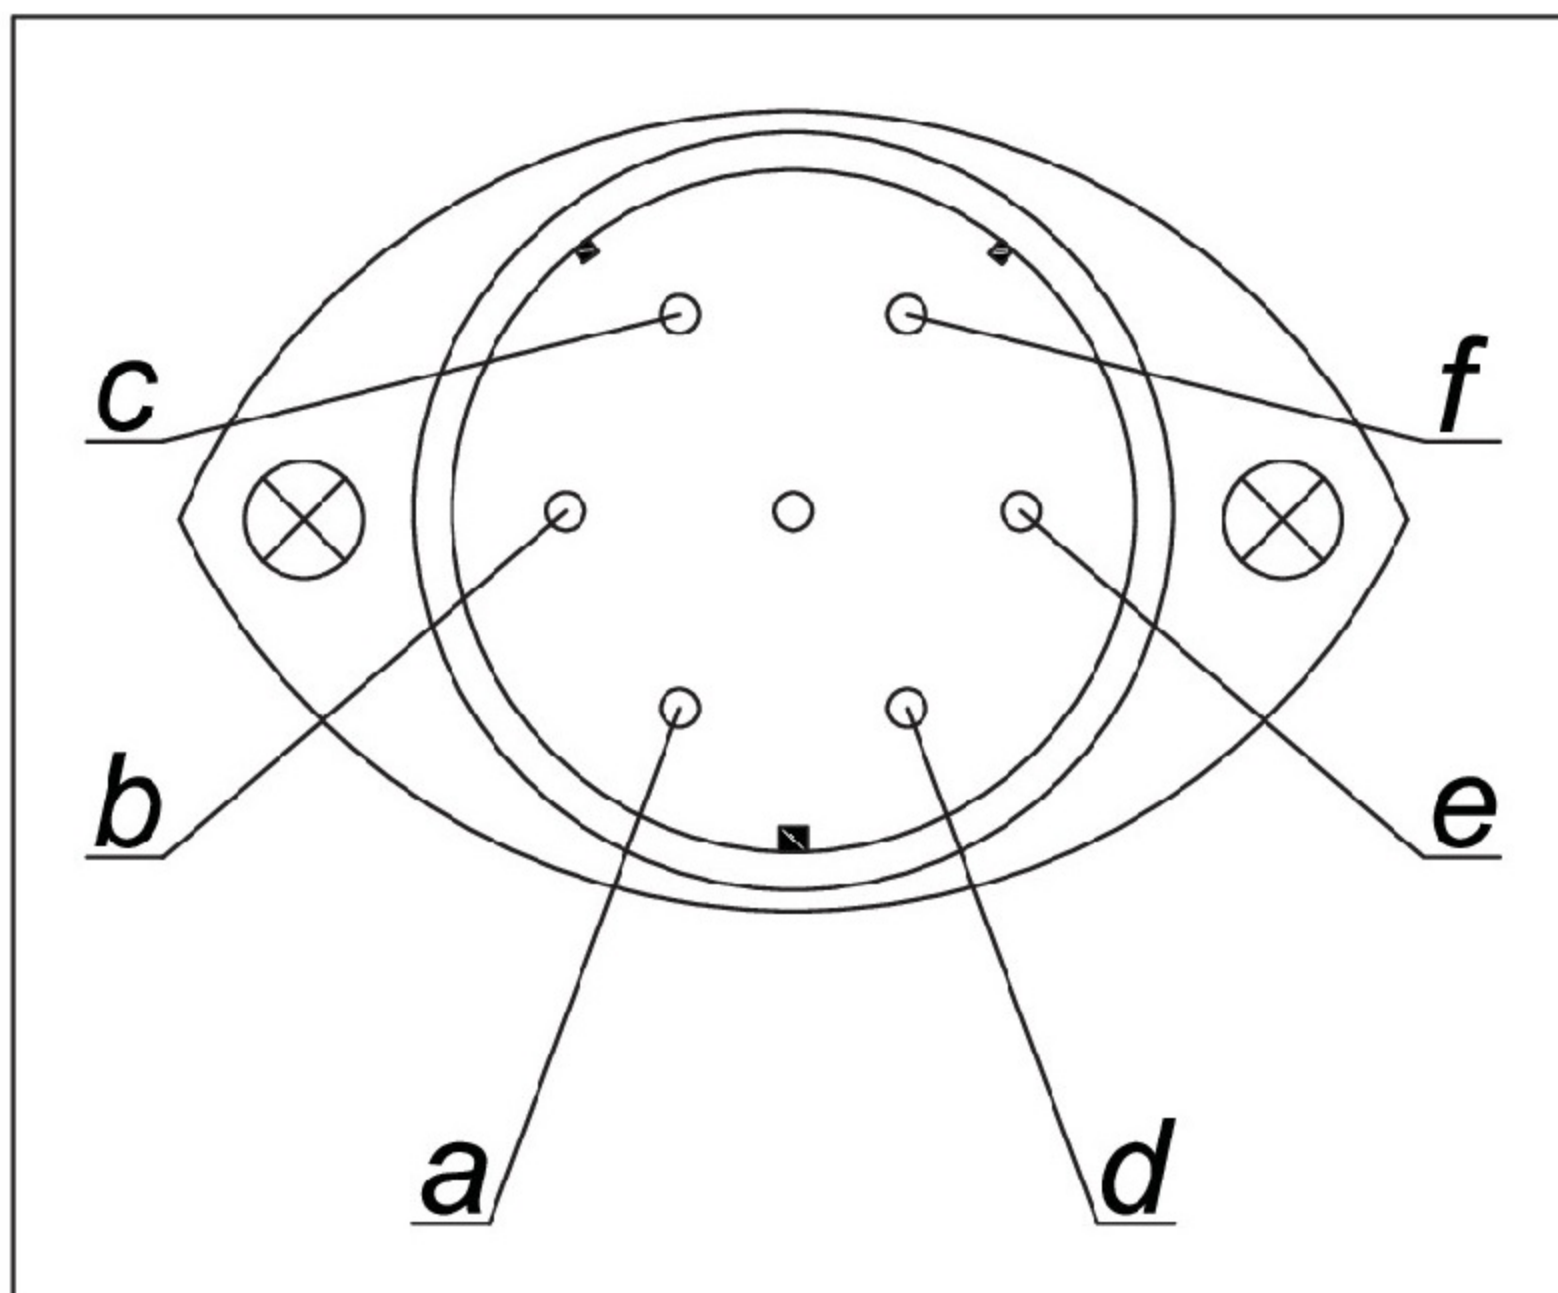
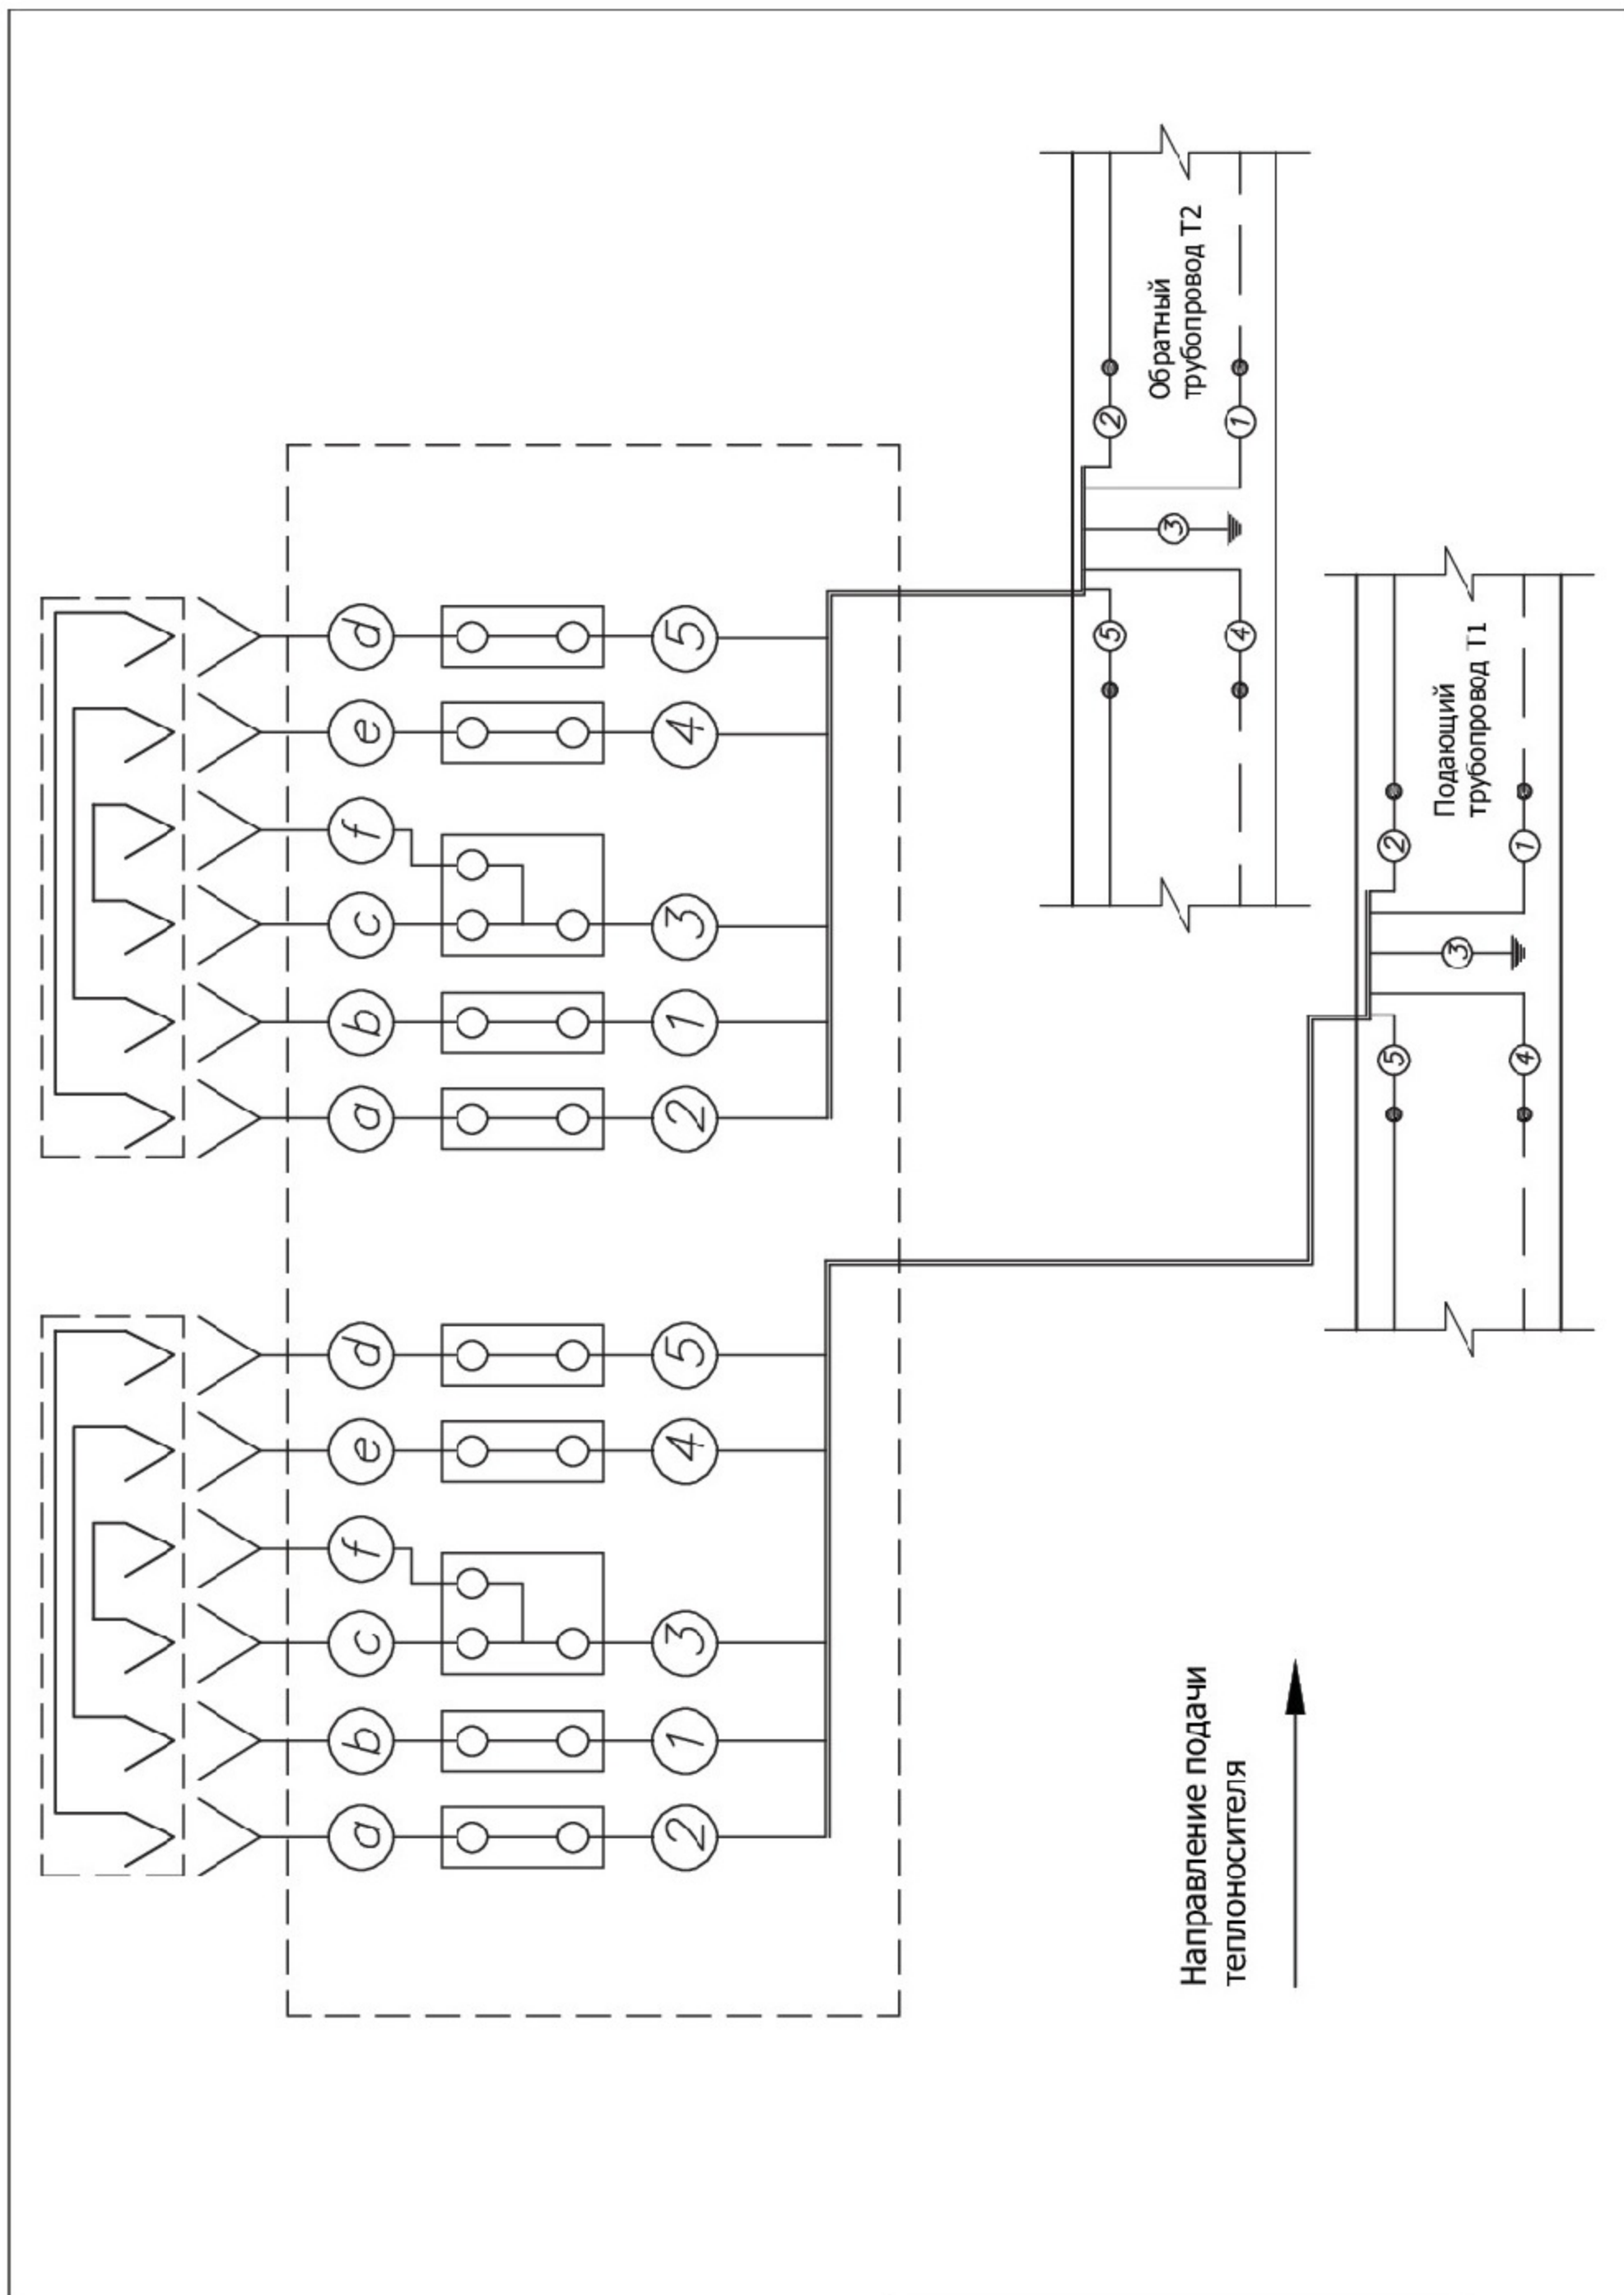
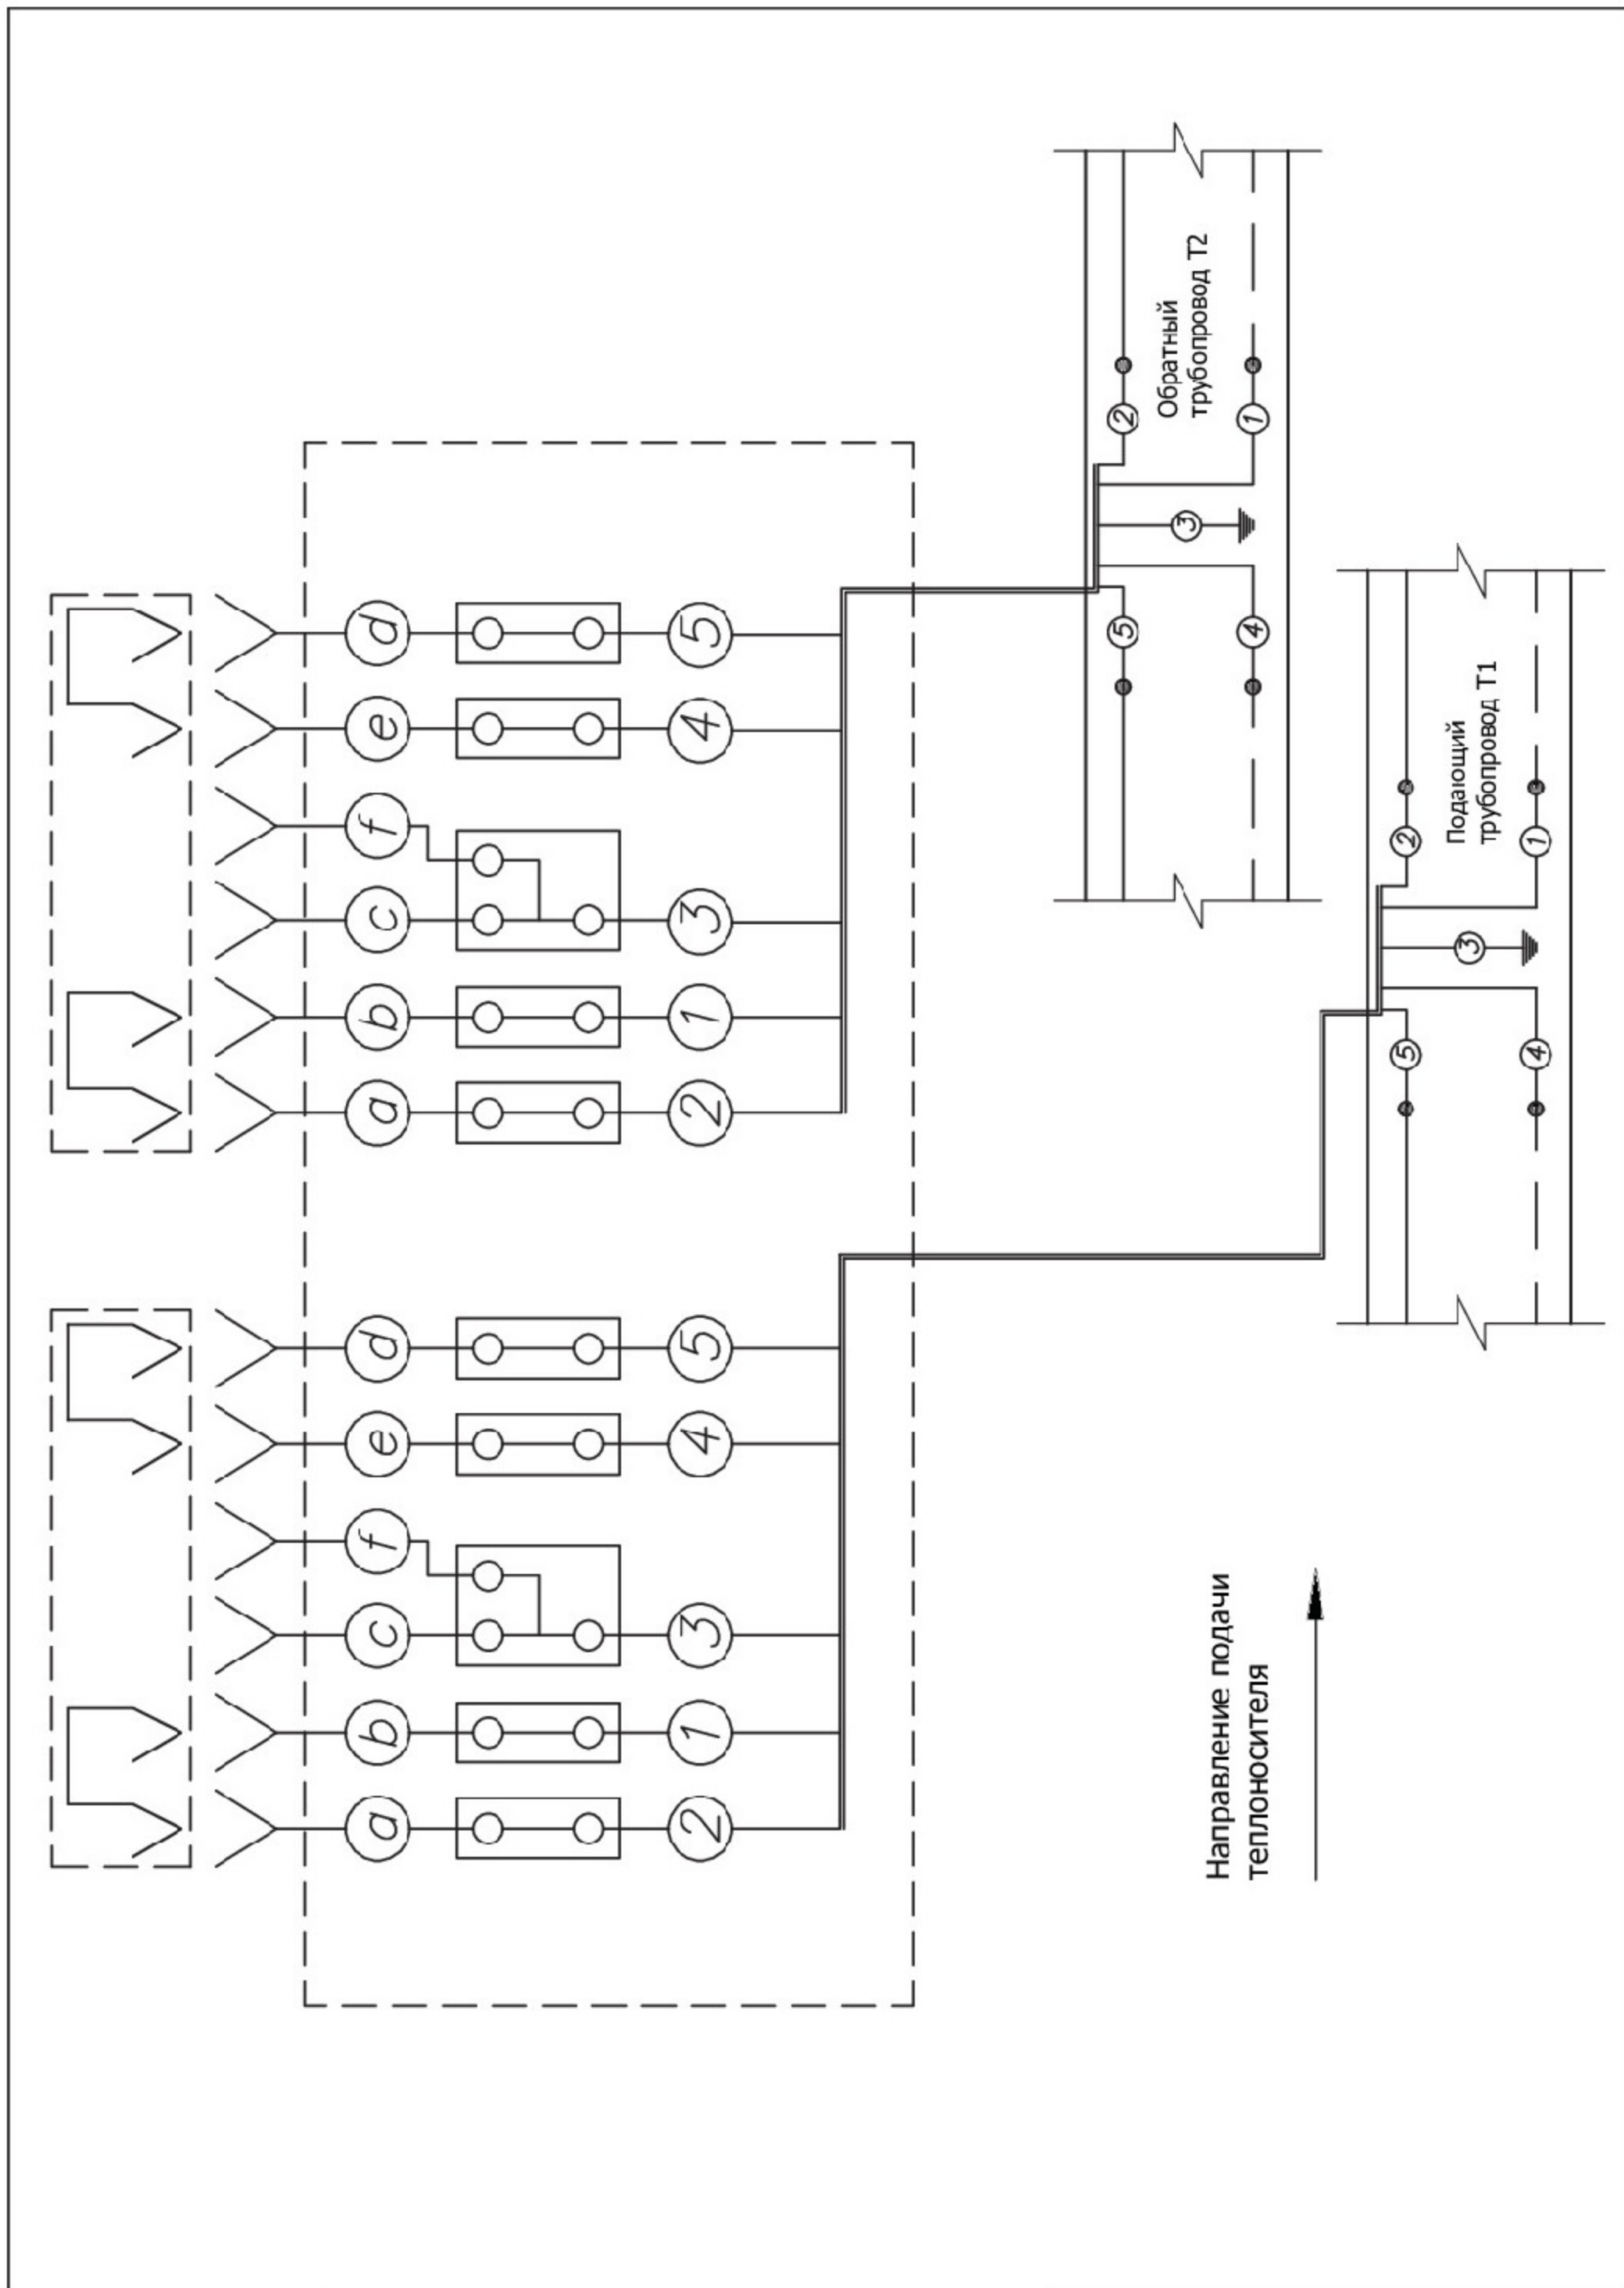
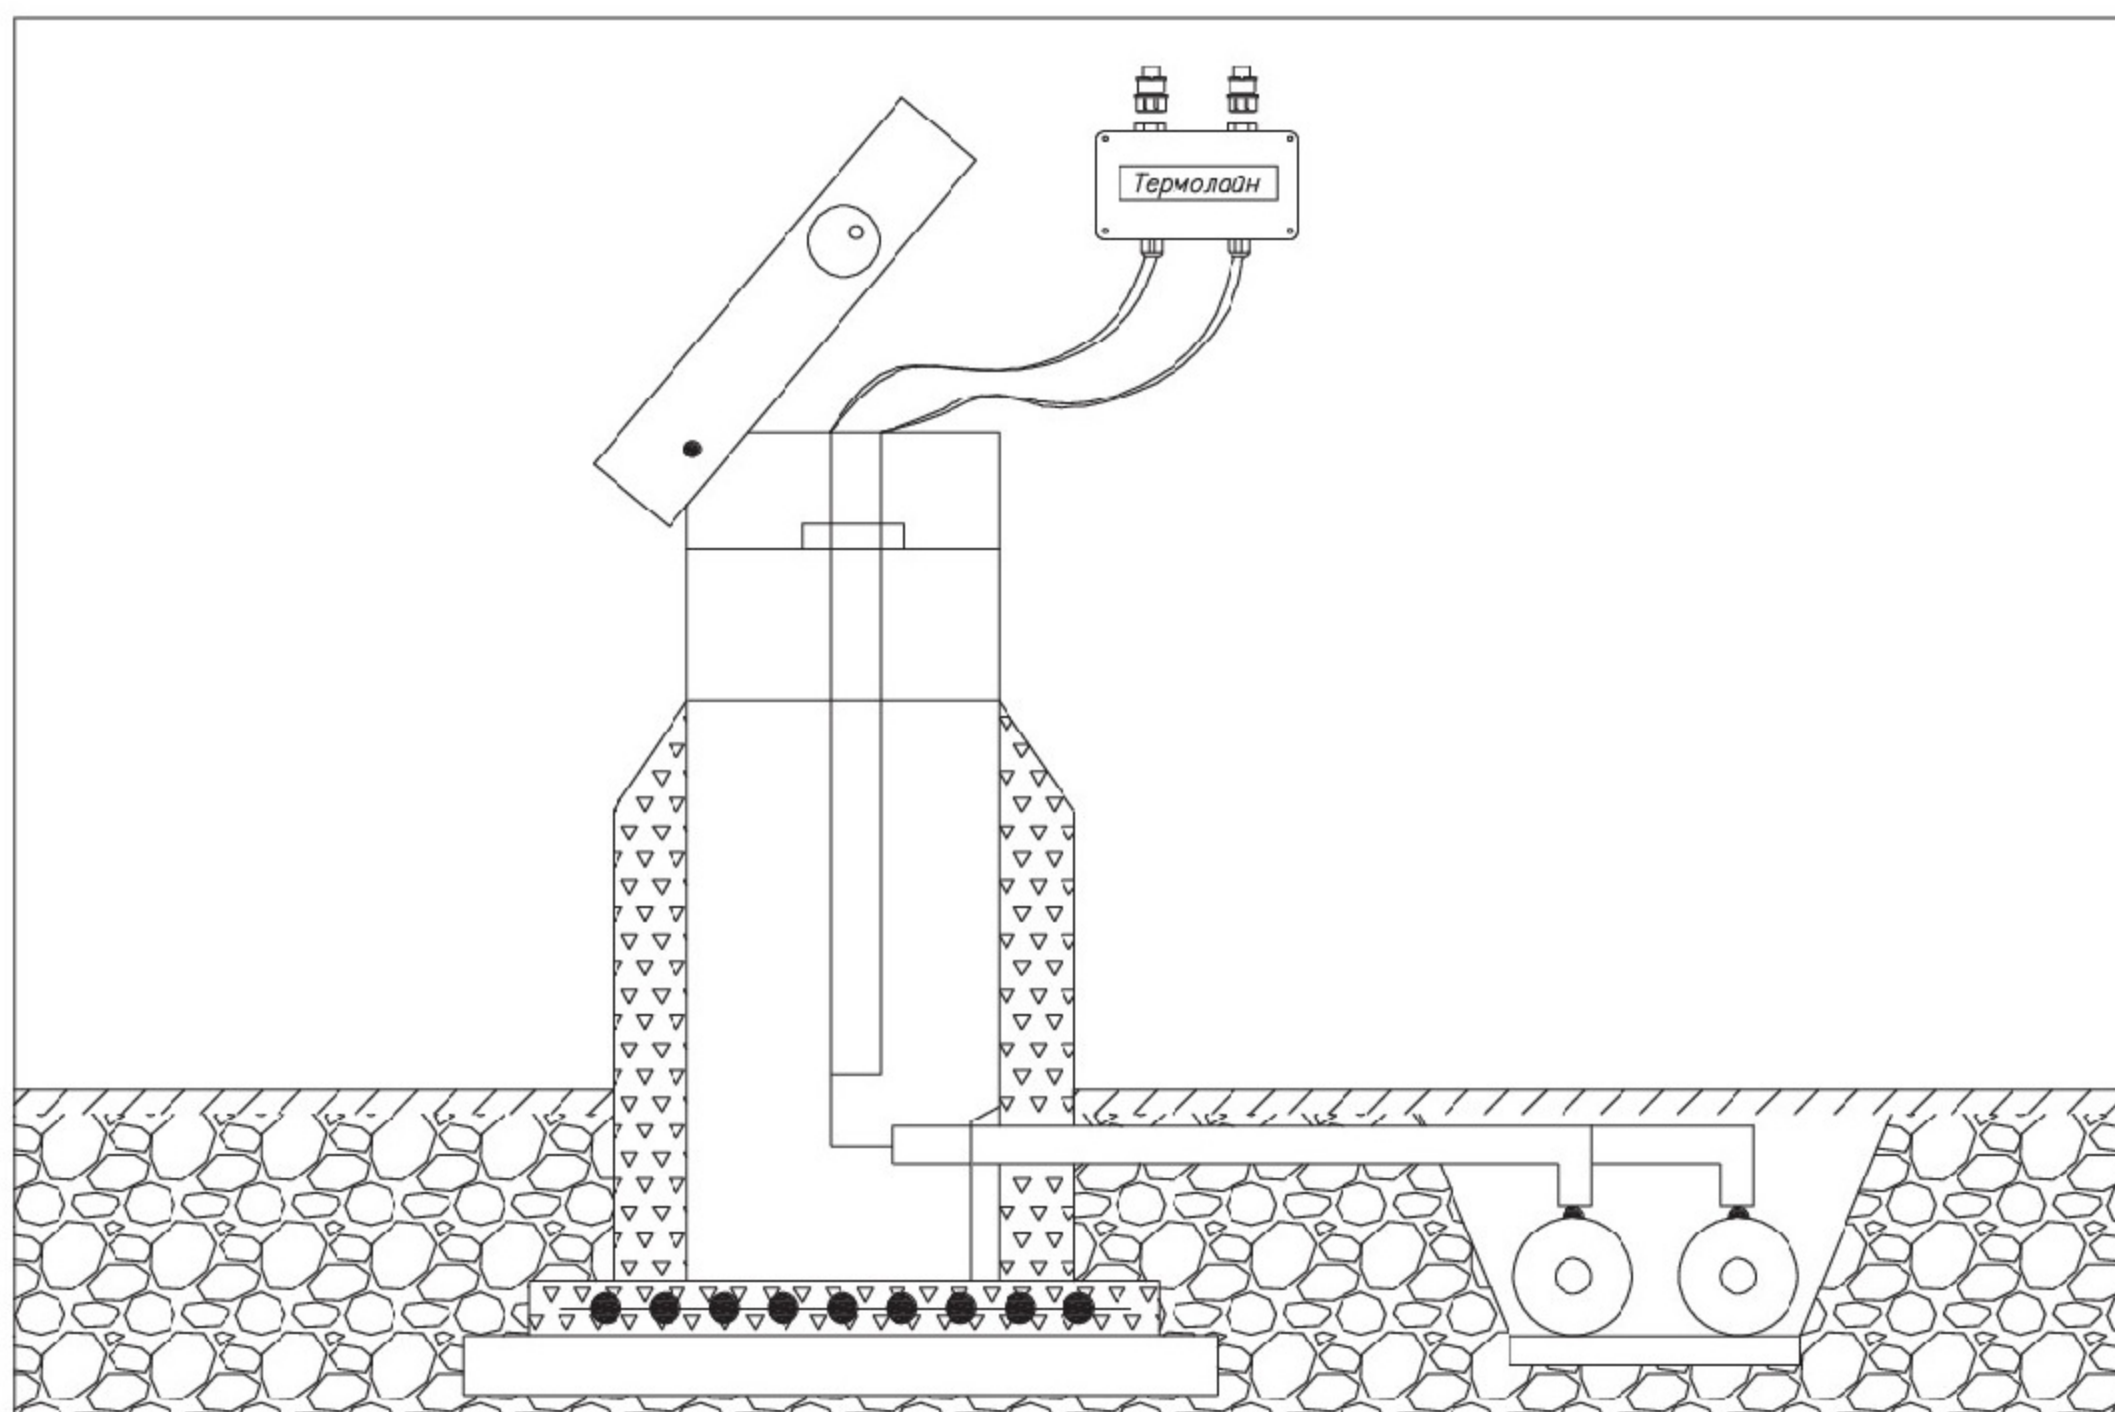

Рис. 4
Рис. 5 Соединение одной двухтрубной системы ОДК
Рис. 6 Разъединение/закольцовка одной двухтрубной системы ОДК
Рис. 7 Установка терминала в наземном ковре
Подключение терминала к системе оперативного дистанционного контроля производить в соответствии с монтажной (**Рис. 7**) и электрическими схемами (**Рис. 5, Рис. 6**).
Порядок соединения проводов указан на электрических схемах – **Рис. 5, Рис. 6**.
6. Для соединения системы ОДК монтаж проводников внутри терминала осуществлять по электрической схеме **Рис. 5**, а в разъем **2** установить заглушки-соединители с прозрачным (или цветным) маркером **16**.
7. Для разъединения/закольцовки системы ОДК монтаж проводников внутри терминала осуществлять по электрической схеме **Рис. 6**, а в разъем **2** установить заглушки-замыкатели с черным маркером **1а**.
11. В ковре установку терминала производить (**Рис. 7**) на специальной площадке (внутри ковра терминал «жестко» к самой конструкции ковра не крепить).
Обозначение контактов разъема (Рис. 4 и Рис. 5, 6)	СООТВЕТСТВИЕ КОНТАКТОВ
9. Установить провода в соединительные клеммы **10, 11** на прежнее место (в соответствии с электрическими схемами - **Рис. 5** или **Рис. 6**).